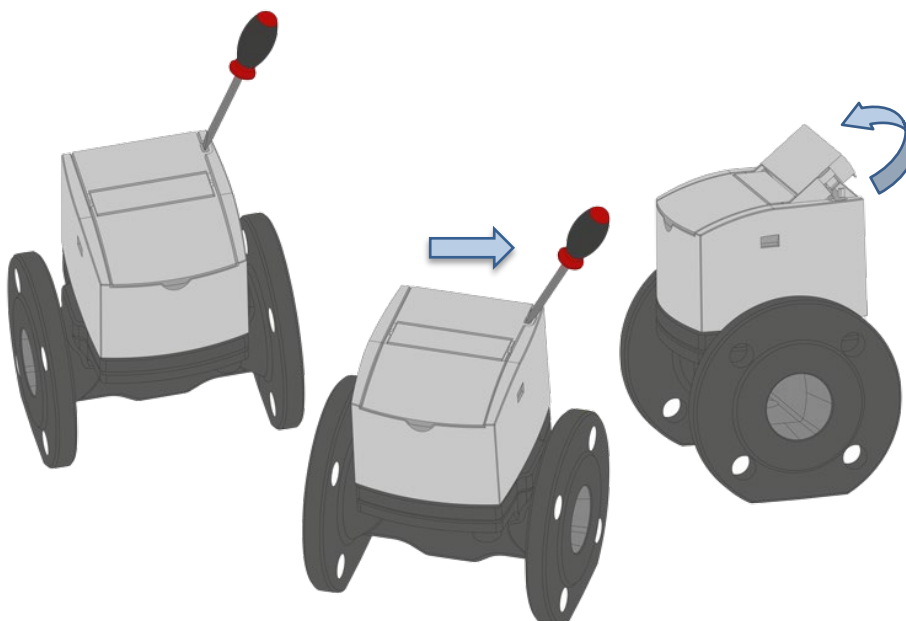

Abb. 29: Aufbrechen der Kommunikationsplombe und Anheben des Moduldeckels
Schritt 1: Entfernen Sie die Kommunikationsdichtung und öffnen Sie den Moduldeckel, wie in **Abb. 29** dargestellt.